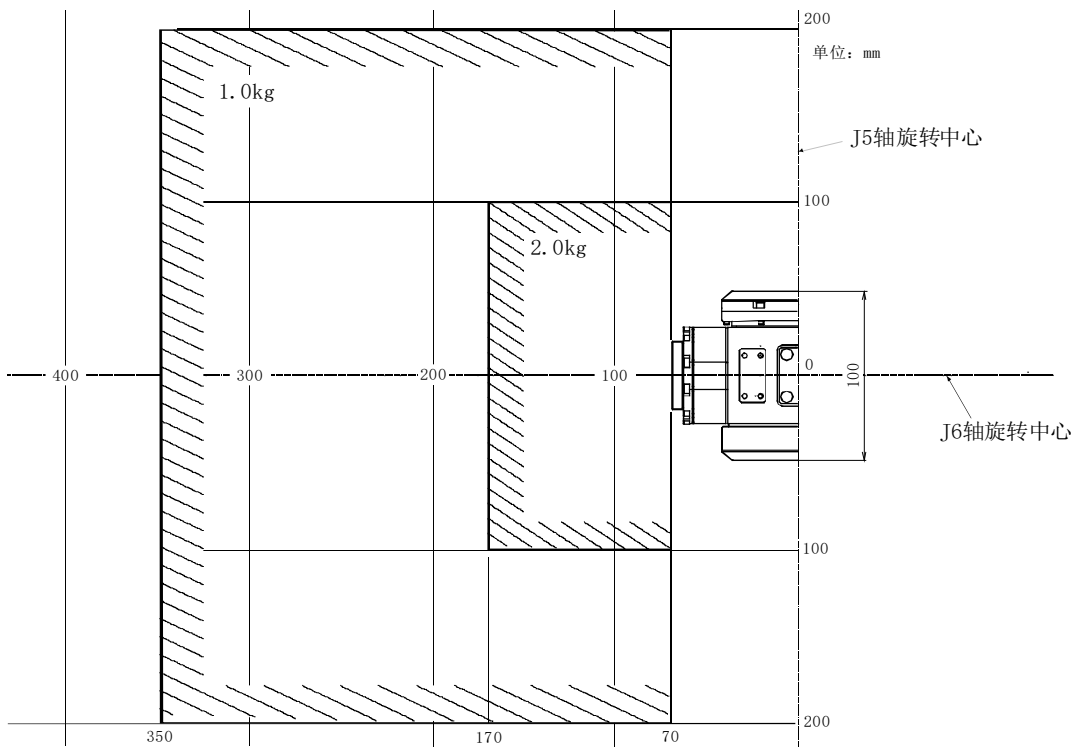
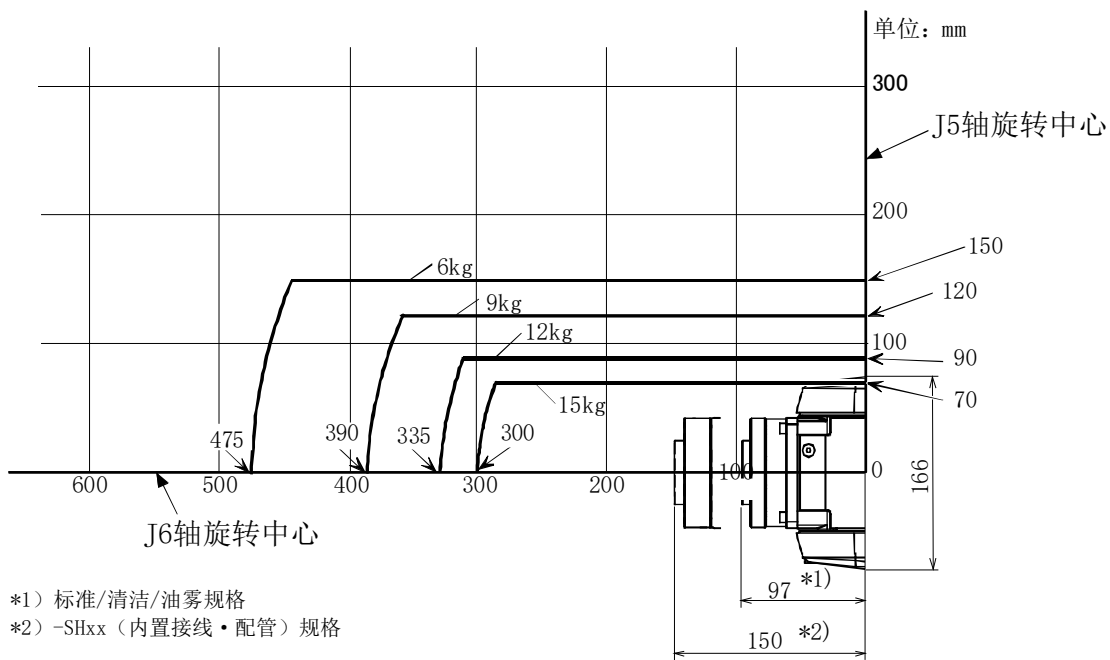

图 2-1：负载重心位置：RV-2FR (B) /2FRL (B)（负载体积较小的情况下）
图 2-5: 负载重心位置: RV-20FR (负载体积较小的情况下)
- (2) 负载的体积较小的情况下，重心位置分布尺寸如图 2-1 ~ 图 2-5 中所示。应参考这些图进行工艺装备的设计。
- (3) 负载不是质量而是力的情况下，设计工艺装备时请勿超过第 21 页的“2.1 标准规格”中记载的允许惯量值。